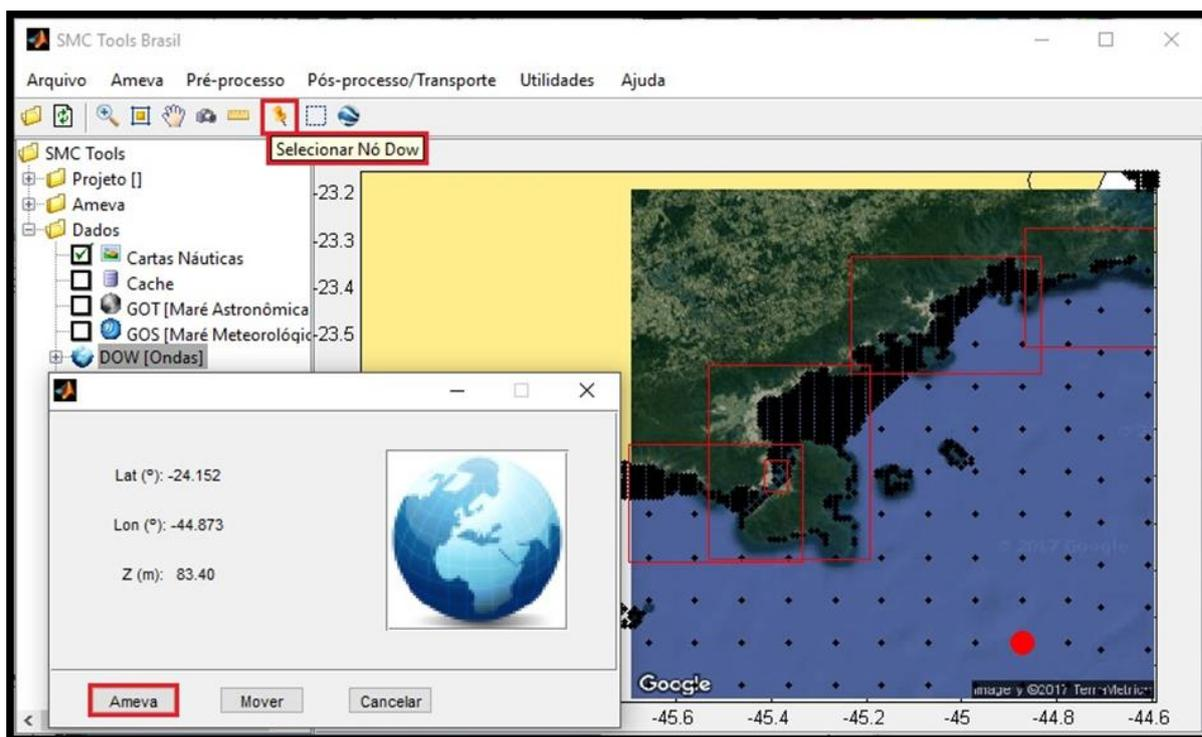

Figura 10 – Seleção de um nó DOW.
- 17) Deve-se executar novamente um zoom na zona de Massaguaçu (ver coordenadas da Figura 10) e com o botão () (Selecionar Nó Dow) (Figura 10) escolher um ponto DOW do exterior (águas profundas). Na janela que aparecer são apresentadas as informações das coordenadas do ponto (latitude-longitude) e da cota (profundidade) do ponto selecionado;